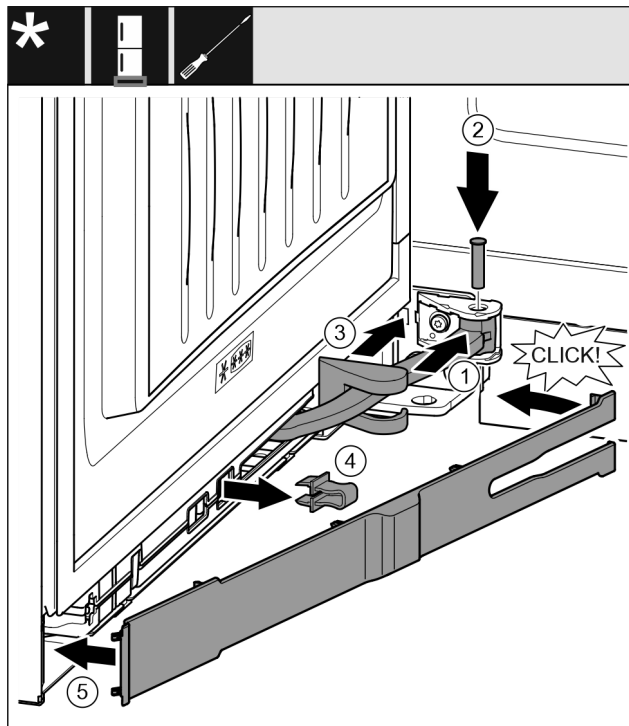

Fig. 47
- ▶ Поверніть шарнір у навішуванні. Fig. 47 (1)
- ▶ За допомогою викрутки T15 встановіть гвинт в навішування та шарнір. При цьому виступ фіксатора повинен займати правильне положення в пазу. Fig. 47 (2)
- ▶ Просуньте кришку опорного кронштейна вздовж шарніра та встановіть її над навішуванням. Fig. 47 (3)
- ▶ Зніміть запобіжник. Fig. 47 (4)
- ▶ Встановіть накладку з боку ручки та поверніть. Fig. 47 (5)